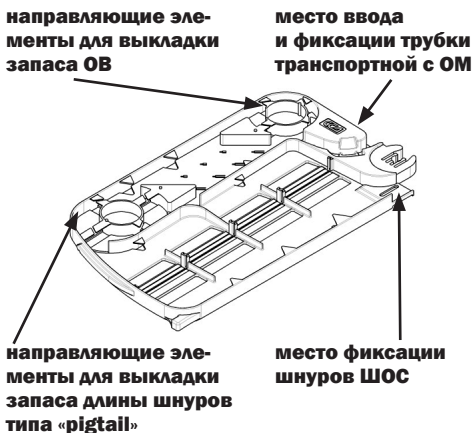

Рисунок 9
2.9 Выполнить предварительную укладку запаса длины (рисунок 9). Завести в кассету модуля первую группу ОВ и уложить ОВ: